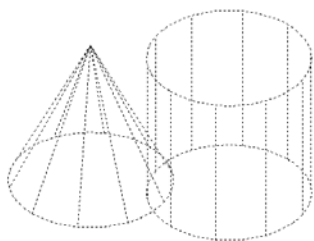
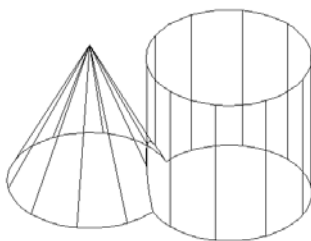

图 11.28 选择圆锥体
图 11.29 并集运算
(4) 选择圆锥体，如图 11.28 所示；并按回车键。并集运算后的效果如图 11.29 所示。